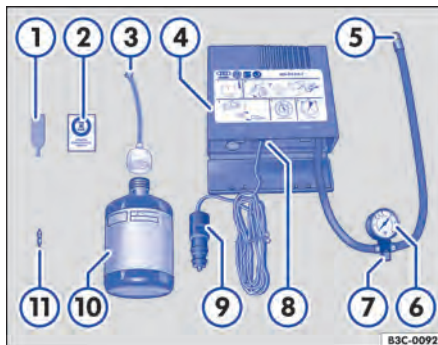

Fig. 300 Representação esquemática: componentes do kit de reparo dos pneus.
O kit de reparo pode estar em diferentes lugares do veículo, por exemplo, em um porta-objetos lateral no compartimento de bagagem ou embaixo do assoalho do compartimento de bagagem. Ele é composto pelos seguintes componentes → Fig. 300:
12. Colar a etiqueta adesiva → Fig. 300 (2) do kit de reparo dos pneus no campo de visão do condutor no painel de instrumentos.
- Com a chave para remoção do elemento da válvula → Fig. 300 (1), desrosquear o elemento da válvula da válvula do pneu e colocá-lo sobre uma superfície limpa.
- Agitar a garrafa para enchimento dos pneus → Fig. 300 (10) algumas vezes com força.
- Rosquear a mangueira de enchimento → Fig. 300 (3) com firmeza no sentido horário sobre a garrafa para enchimento dos pneus. A película na tampa é perfurada automaticamente.
- Remover a vedação da tampa da mangueira de enchimento → Fig. 300 (3) e introduzir a extremidade aberta totalmente na válvula do pneu.
- Rosquear novamente o elemento da válvula com a chave para remoção do elemento da válvula → Fig. 300 (1) na válvula do pneu.
- Rosquear a mangueira de enchimento dos pneus → Fig. 300 (5) do compressor de ar com firmeza na válvula do pneu.
- Verificar se o parafuso de sangria de ar → Fig. 300 (7) está fechado.
- Encaixar o conector do cabo → Fig. 300 (9) em uma tomada 12 V do veículo → Página 198.
- Ligar o compressor de ar com o interruptor LIGA-DESLIGA → Fig. 300 (8).
- Deixar o compressor de ar funcionar até atingir 2,0 – 2,5 bar (29 – 36 psi / 200 – 250 kPa) → **⚠. Tempo de funcionamento máximo de 8 minutos** → ❶.
Reconectar a mangueira de enchimento dos pneus → **Fig. 300 ❺** e ler a pressão dos pneus no manômetro de pressão dos pneus → **Fig. 300 ❻**.